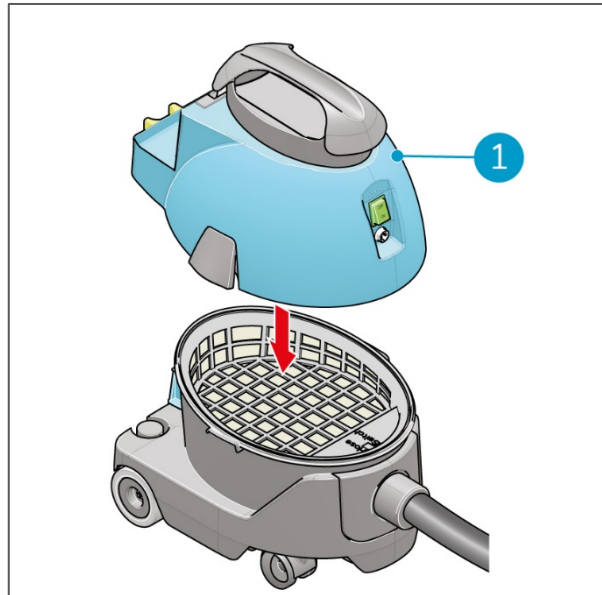

Abbildung 24
8. Setzen Sie den Deckel (Figure 24, Pos. 1) wieder auf den Kanister.